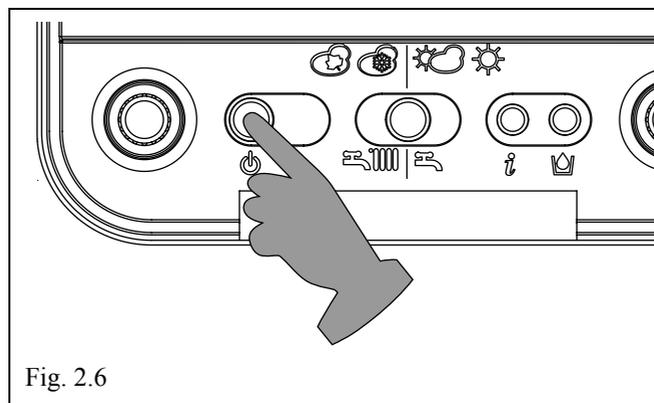

Fig. 2.6
- premere il tasto  (FIG. 2.6);